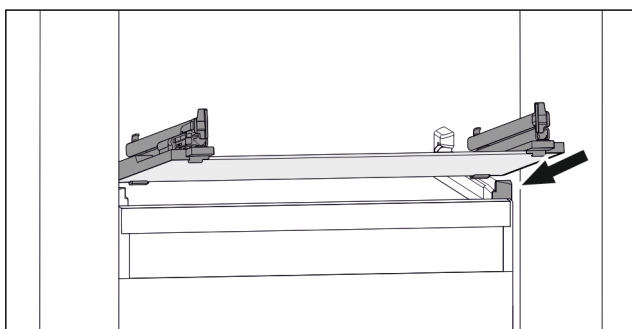

Fig. 110 Vejledende visning af glaspladen
- ▶ Sæt glaspladen skråt bag stoppene. (se Fig. 110)